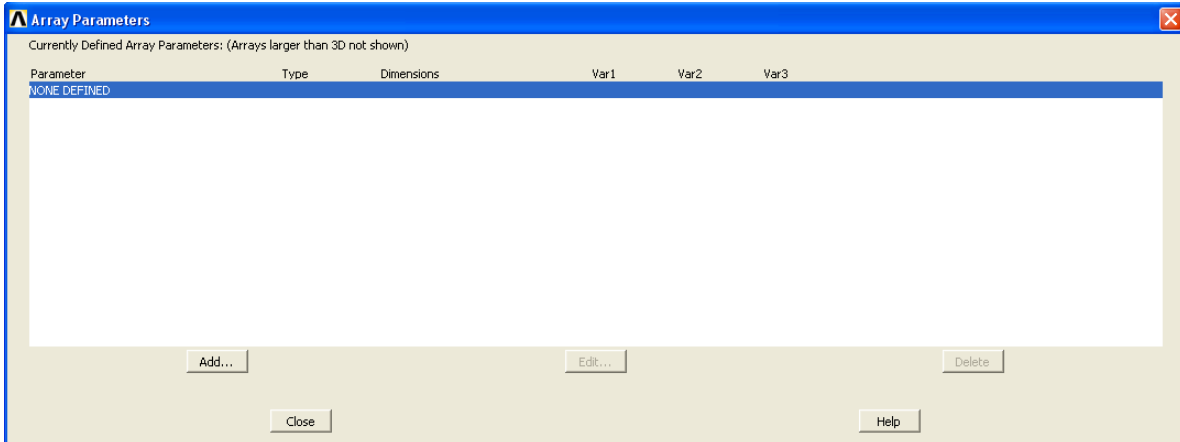
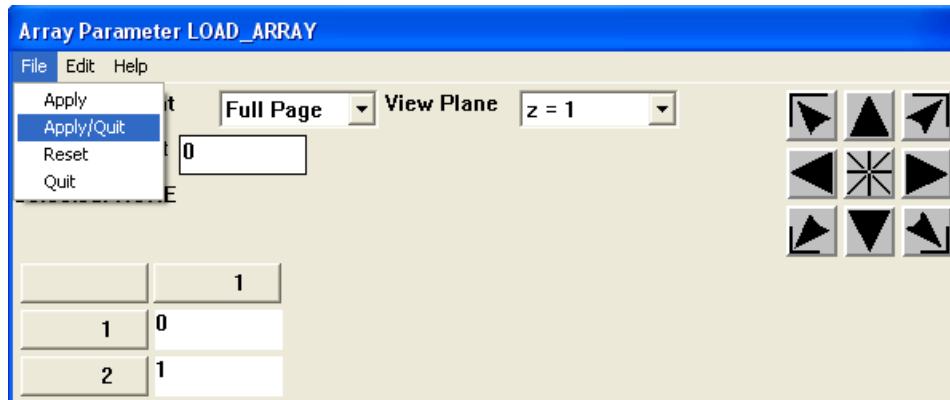

Рисунок 36. Окно *Array Parameters*
Рисунок 38. Определение первого и последнего значения силы с помощью окна *Array Parameter LOAD_ARRAY*
При использовании данного пункта меню появляется окно *Array Parameters* (Рисунок 36):
- В окне *Array Parameters* (Рисунок 36) выбираем массив **LOAD_ARRAY**, нажимаем **Edit...** и в окне *Array Parameter LOAD_ARRAY* (Рисунок 38) указываем первое
- Необходимо сохранить указанные значения и выйти из данного окна с использованием пункта **File> Apply/Quit** раскрывающегося меню данного окна (Рисунок 38).
- В окне *Array Parameters* (Рисунок 36) выбираем массив *TIME*, нажимаем **Edit...** и в окне *Array Parameter TIME* указываем первое значение 0 (начальное значение времени) и второе значение (до которого изменяется время) 1 (с).